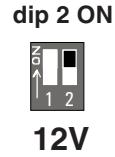

Fig. 1
(fig. 1)
- Procedere al collegamento elettrico (Fig. 1 e 3).
- Connect up the wiring (Fig. 1 and 3).
- Procéder au branchement électrique (Fig. 1 et 3).
(Abb. 1)
- Den Stromanschluß durchführen (Abb. 1 u. 3).
- Proceder a la conexión eléctrica (Fig. 1 y 3).
- Doe de elektrische aansluitingen (Fig. 1 en 3).